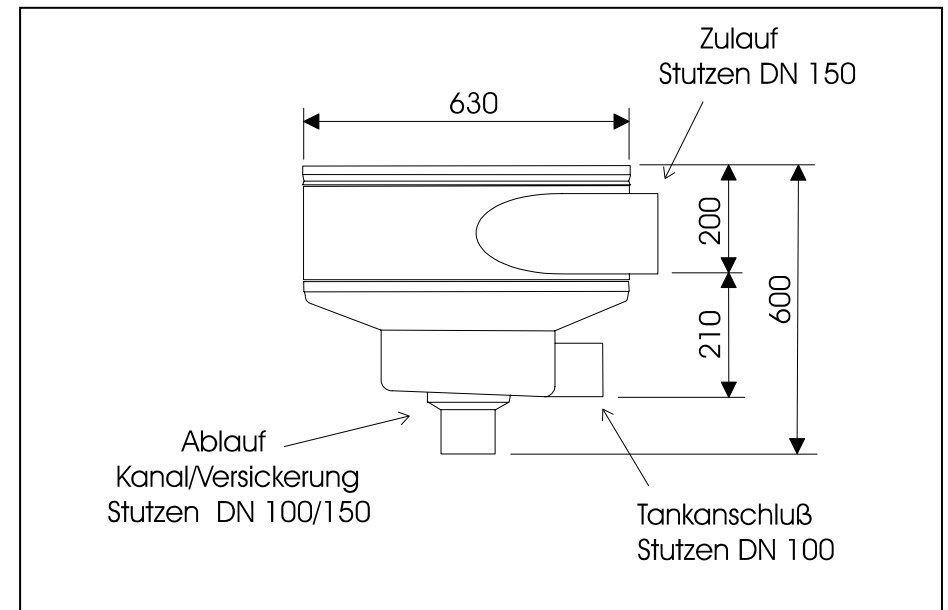

Bild 1: Abmessungen Filter-NOVA
- Genaue Abmessungen und Bezeichnungen, des Filter-NOVA, siehe Bild 1.
- Anschluß siehe Bild 1 u. 2